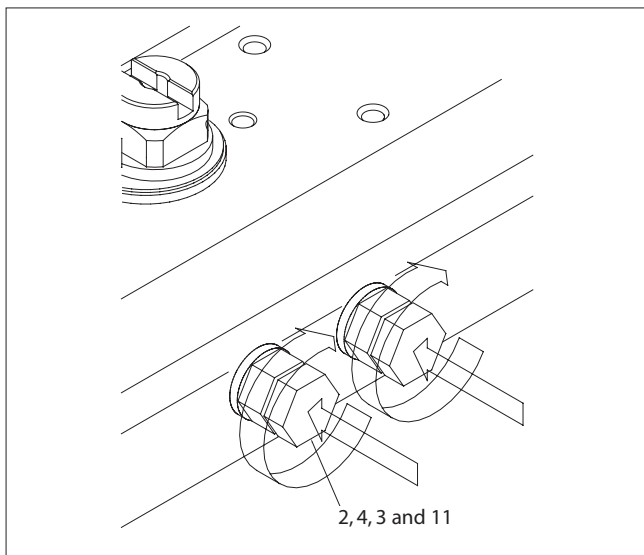

Figure 17.
4. Montage des vis de butée (2) et réglage de la course. (Figure 17) :
- A. Installez l'écrou (4), la rondelle (3) et le joint torique (11) sur les vis de butée (2).
- B. Vissez les vis de butée (2) dans le corps (50).
5. Réglage des arrêts de course externes, (Figure 17) :